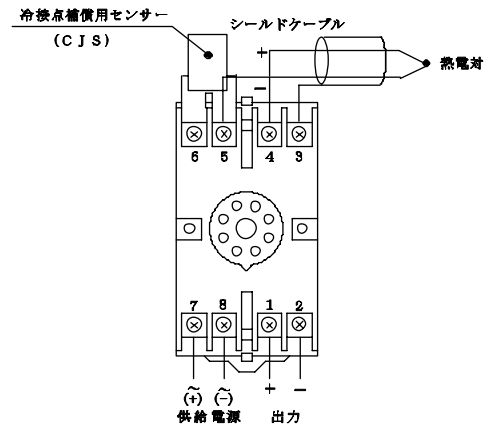

図 2
2. 配線は図2の接続図により接続し、電線は回路の定格容量に適合するものを使用してください。冷接点補償用センサー(CJS)の製造番号と本体の製造番号が一致している事を確認してください。